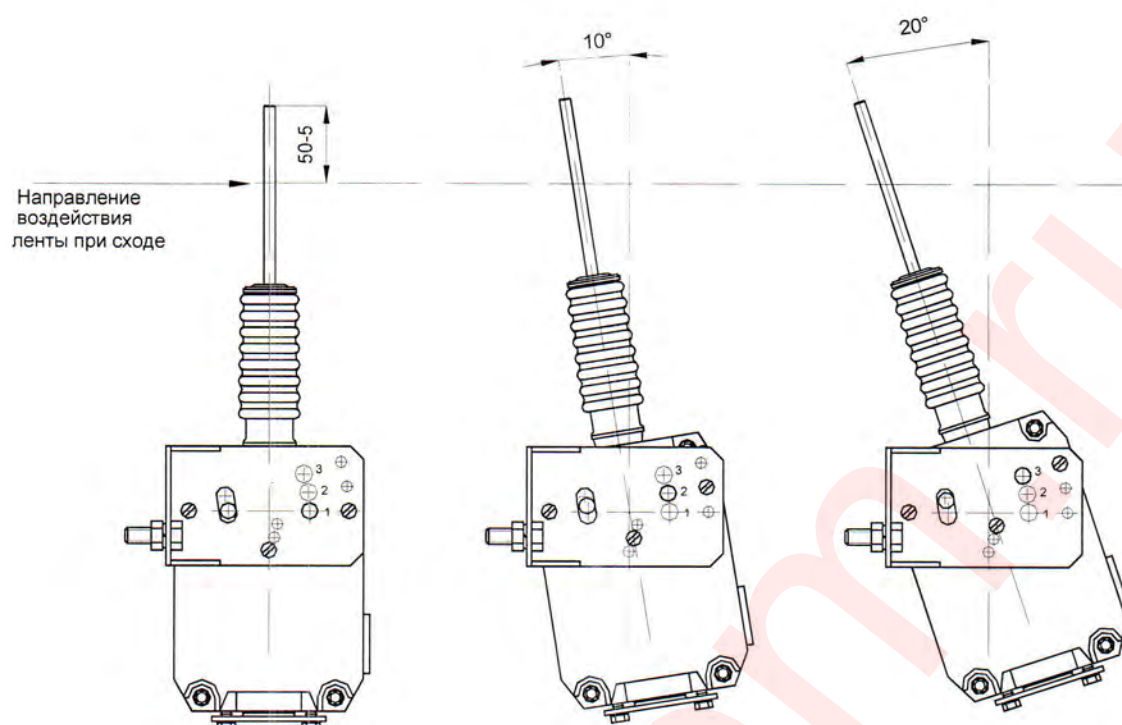

Рисунок 9. Варианты установки выключателя ВД-3 220В
7.3 Для контроля схода конвейерной ленты монтаж выключателей ВД-3 должен производиться в соответствии с рис. 3 и рис.9. Воздействие ленты на стержень привода должно быть на расстоянии 50 мм от вершины стержня. В этой точке линейный ход привода до момента срабатывания выключателя составляет 45 мм. При использовании выключателя ВД-3, как концевого выключателя контролирующего положение подвижного объекта, необходимо обеспечить выполнение указаний изложенных в настоящем пункте.